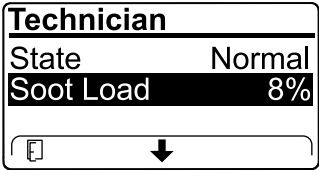

Figure 47
- Affichez la charge de suie mesurée dans le FAP sous forme d'un pourcentage (Figure 47) ; voir le tableau de charge de suie.